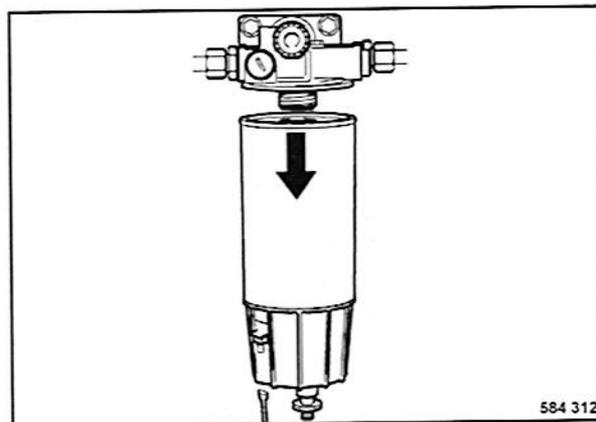

Fig. 142
- Retirar el cable y desenroscar el cartucho filtrante de combustible (Fig. 142) con una llave de cinta apropiada.